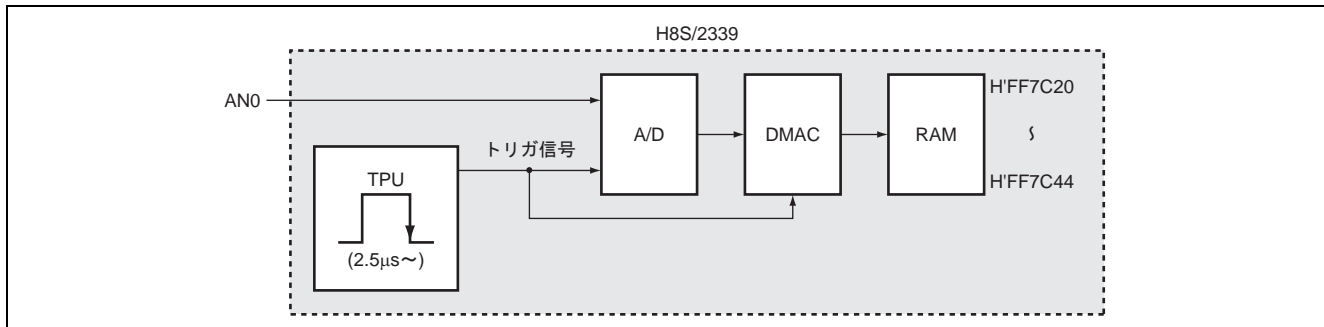

図 1 タイマトリガによる A/D 変換ブロック図
- (1) 図 1 に示すように TPU の変換開始トリガにより A/D および DMAC を起動させ、音声信号を A/D 変換し、DMAC で RAM に転送します。
- (2) 転送先 RAM エリアは、H'FF7C20~H'FF7C44 です。
- (3) A/D 変換器は TPU の TGRA コンペアマッチにより起動します。
- (4) H8S/2339 の内部動作周波数は約 20MHz (19.6608MHz) で使用します。